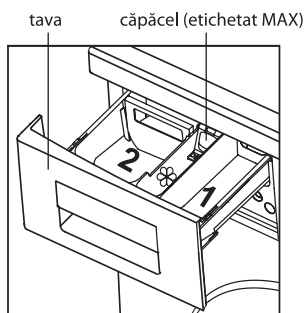
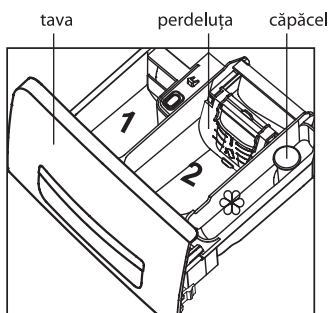
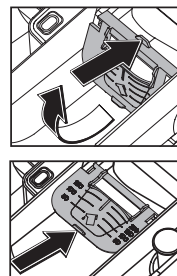

Figura 14
Figura 15
Figura 16
6.2.6 Înainte de a utiliza detergenti sub formă de pulbere în tava așa cum se arată în Figura 15, trebuie să deschideți declanșatorul așa cum se arată în Figura 16: apăsați pe fila pe ea și transferați-o în poziție orizontală, apoi împingeți pana la capat în direcția indicată de săgeată.
6.2.7 Când alegeți funcțiile suplimentare ☼, ☼, se recomandă să utilizați numai detergenți praf, care sunt plasate în împărțiturile 1 și 2, în conformitate cu Figura 14, 15.
În mașina cu o tavă așa cum se arată în Figura 15, înainte de a utiliza detergentul lichid este necesar a transfera declanșatorul în poziție verticală: împingeți-l spre sine pana se oprește și lasati.
6.2.9 Supradozajul substanților de tratament special în împărțitura ☼ (mai sus de MAX marcat pe capac așa cum se arată în Figura 14 sau eticheta de pe partea laterală a împărțiturii, în conformitate cu Figura 15), precum și intrarea lor în împărțitura vecină reduce calitatea de spălare.